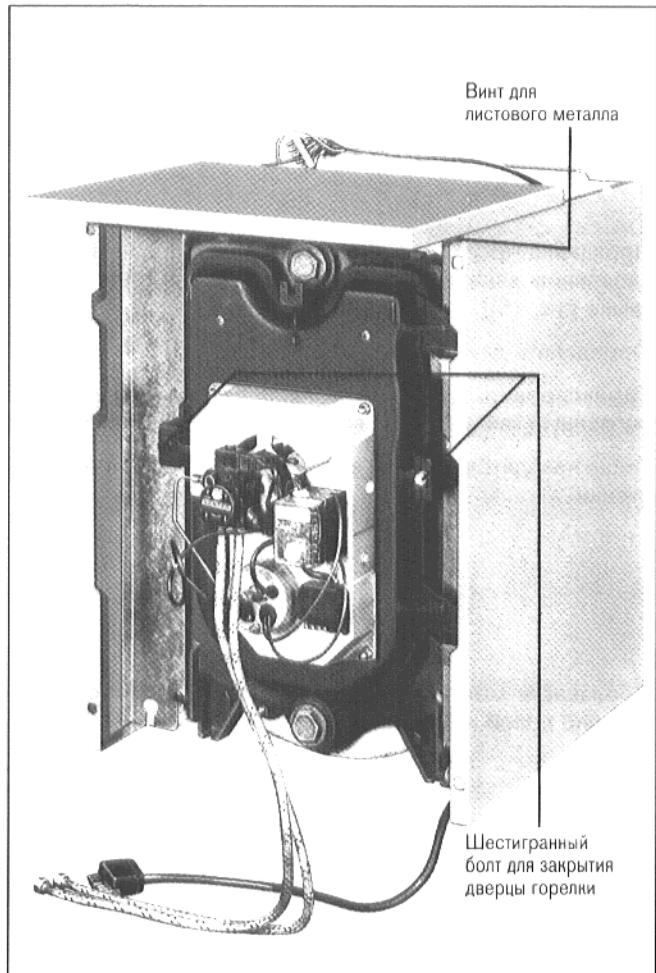
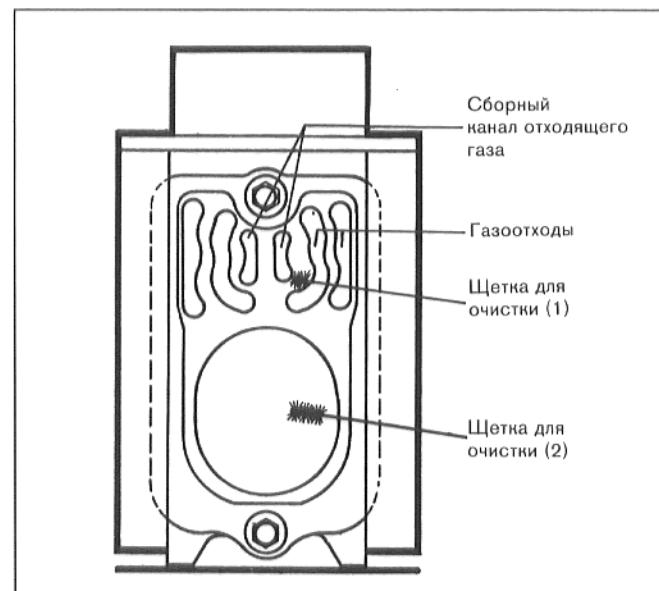

Рис. 20
Рис. 29
Равномерно затянуть шестигранные болты (рис. 20).
#### Передний кожух (рис. 20)
Открыть дверцу горелки, вывинтив предварительно шестигранные болты слева и справа у дверцы горелки (рис. 20). Произвести, при помощи щетки для очистки (1) боковые газоходы и центральный канал дымосборника. Очистка производится горизонтальными и вращательными движениями (рис. 29).
Очистить, при помощи щетки (2), камеру сгорания (рис. 29).